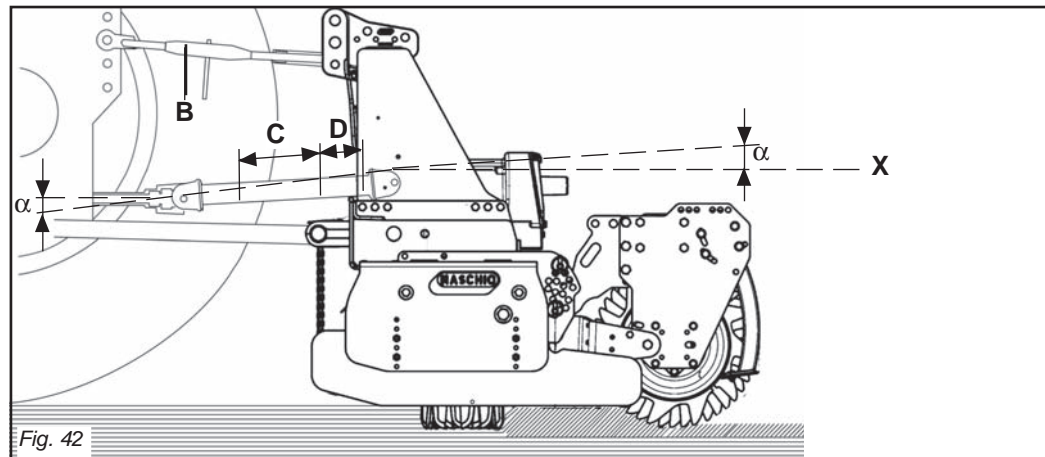
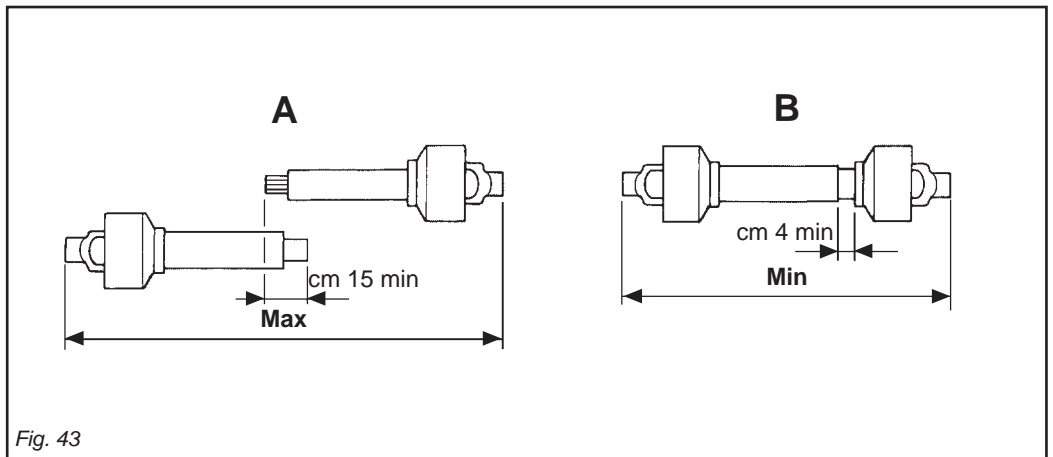

Fig. 42
Fig. 43
Per fare ciò aumentare o diminuire la lunghezza della barra superiore dell'attacco (B Fig. 42) in modo da portare l'asse (X Fig. 42) della ghiera scanalata della scatola parallela al suolo.
- I due angoli (α Fig. 42) formati dalle
- Les deux angles (α Fig. 42) formés par
Um dies zu erhalten, die Länge der oberen Kupplungsstange (B Abb. 42) erhöhen oder verringern, bis die Achse (X Abb. 42) der Keilmutter des Gehäuses parallel zum Boden steht.
- Die beiden Winkel (α Abb.42), die aus den Achsen der Gabeln und der Ach-
- La copertura (C Fig. 42) dei tubi scorrevoli deve essere di 15 cm minimo (Fig. 43).
- I due tubi dell'albero di trasmissione a cardano non si devono ricoprire completamente, una corsa di sicurezza (D Fig. 42) di 4 cm minimo deve sussistere.
- Gli angoli (α Fig. 42) dei cardani non devono essere superiori a 40° (Fig. 11).
- Die Überdeckung (C Abb. 42) der Gleitrohre muss mindestens 15 cm ausmachen (Abb. 43).
- Die beiden Rohre der Gelenkwelle dürfen sich nicht ganz überdecken. Es muss noch einen Sicherheitshub (D Abb. 42) von mindestens 4 cm geben.
- Die Winkel (α Abb. 42) der Gelenkwellen dürfen nicht größer als 40° sein (Abb. 42).
Quando esso è inserito al massimo, il gioco minimo consentito deve essere di 4 cm. (Fig. 43).
Wenn die beiden Teile ganz zusammengeschoben sind, muß das kleinstmögliche Spiel 4 cm ausmachen (Abb. 43).